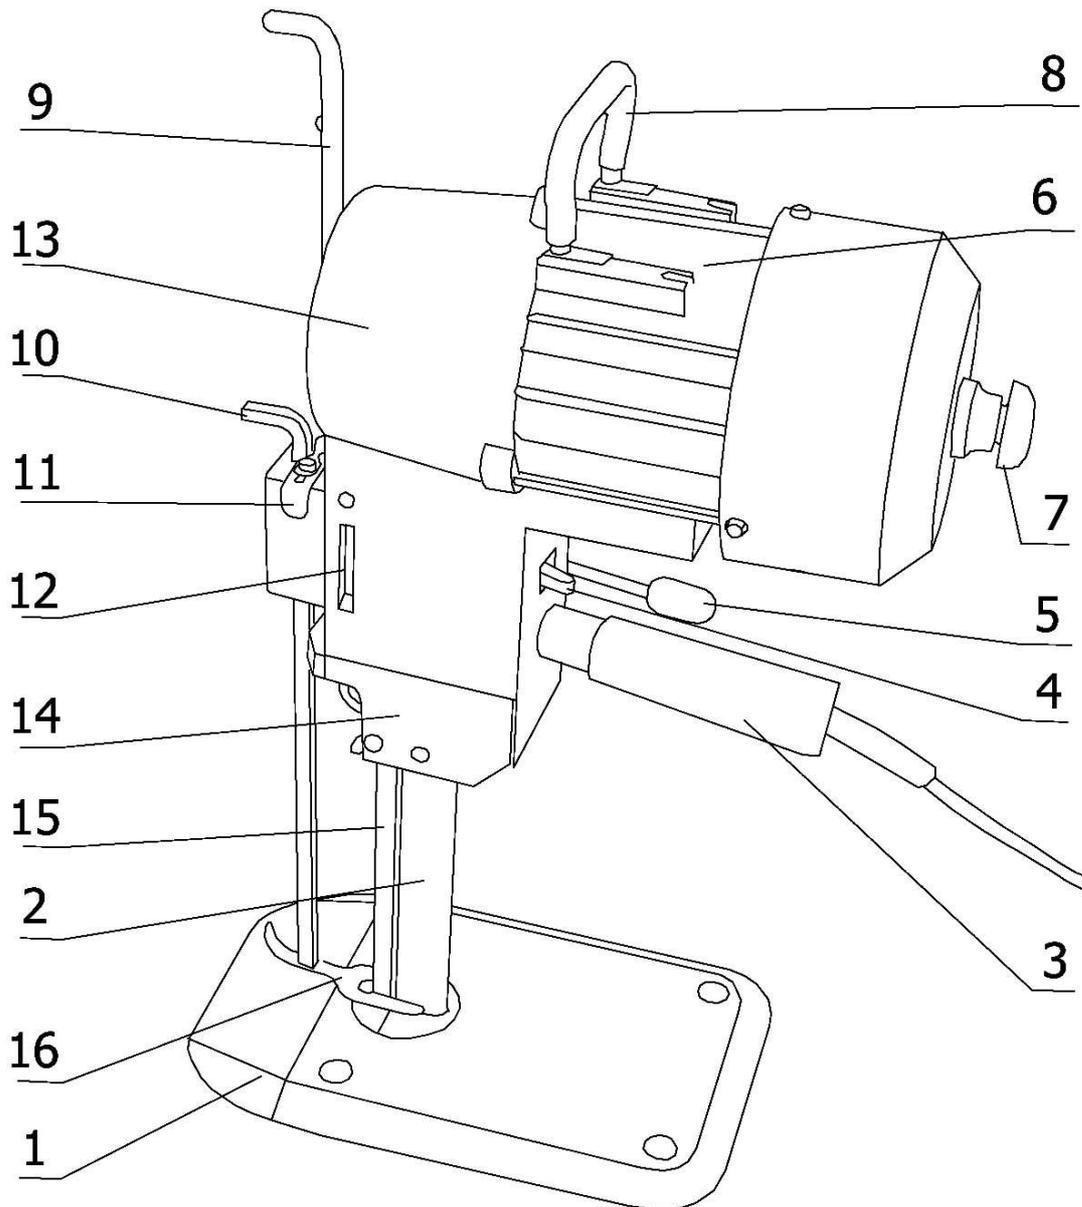

Рис. 1 Общий вид раскройной машины
Общий вид раскройной машины ХФ с названием ее основных элементов представлен на рис. 1.
Работа раскройной машины начинается после изменения положения переключателя (4) рис.1 из положения «0» в положение «1».
Перед первым подключением машины, а также после каждого ремонта или замены ножа, необходимо с помощью винта (7) рис.1 (нажимая на его и сохраняя в нажатом положении, повернуть по стрелке, указанной на корпусе двигателя) сделать несколько ходов ножа (15) для проверки его правильной работы (нет ли неисправностей или заклинивания).
Установка основных элементов раскройной машины при транспортировке и хранения представлена на рис.1 (лапка (16) находится в нижнем положении, заточное устройство (14) - в верхнем положении, а задвижка (11) передвинута максимально в положение 1).
После подготовки слоев ткани для раскроя, раскройную машину, в положении, указанном на рис.1, нужно поместить на раскройный стол и, после прижатия рычага лапки (5) к рукоятке (3), переместить рычагом (10) лапку (16) в верхнее положение. После освобождения рычага лапки она автоматически устанавливается в необходимом положении.
- задвижку (11) передвинуть максимально в положение «0» (задвижку (11) можно передвинуть только тогда, когда и заточное устройство (14) и лапка (16) находятся в положении, показанном на рис.1)
- рукояткой (9) опустить заточное устройство и плавно медленно передвинуть его 2-3 раза по всей длине ножа, в конце поднимая заточное устройство в крайнее верхнее положение,
- задвижку передвинуть максимально в положение «1» (задвижка (11) в положении «0» делает невозможным поднятие лапки (16) даже если освободить рычаг лапки (5)).
- покрутивая винтом (7) (рис.1), передвинуть нож в нижнее положение,